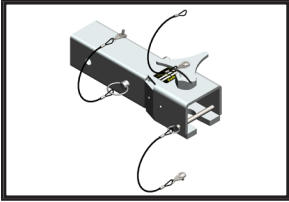

Bild 19
- FÖRLÄNGNING 900 MM (36") TILL KOPPLINGSENHET (BOGSEKROK) FÖR MOTORFORDON: a2126-69 (se bild 19)